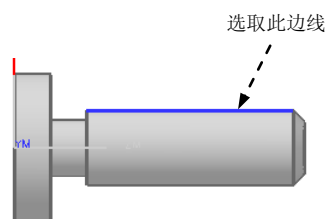

图 7.5.6 定义顶线
Step1. 选取螺纹起始线。单击“螺纹 OD”对话框的 *** Select Crest Line (0)** 区域，在模型上选取图 7.5.6 所示的边线。